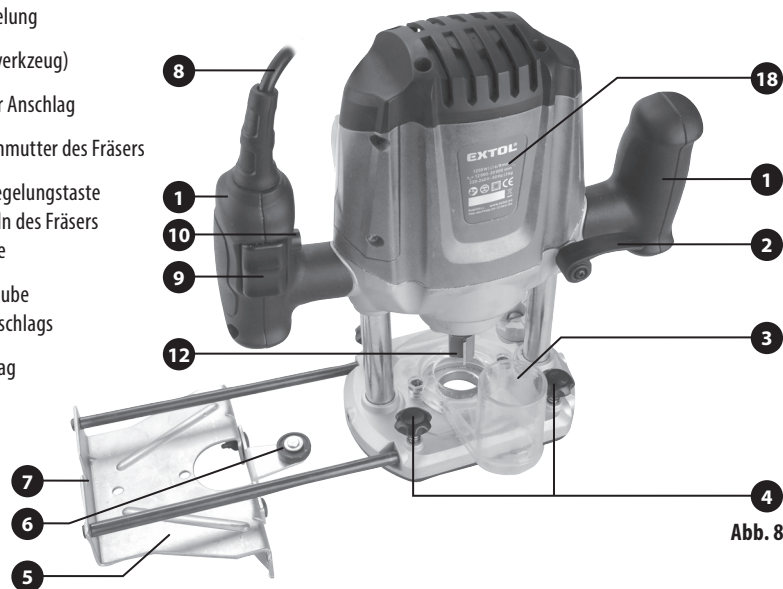

Abb. 8
- ➔ Bauen Sie die Oberfräse gemäß Abb. 8 hinsichtlich des notwendigen Zubehörs für die jeweilige Tätigkeit, z. B. Einbau der Seitenführung usw., zusammen.